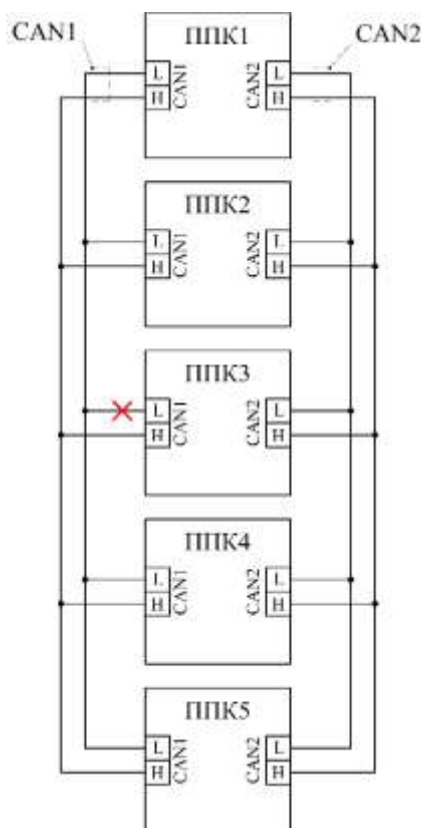

Рисунок 8 – Обрыв ответвления линии одного из портов CAN интерфейса
- ❗ **ВАЖНО!** В случае обрыва ответвления одной или двух линий одного из CAN интерфейсов возникнет неисправность ППК[X]: неисправность CAN, где ППК[X] – ППК, на котором произошел обрыв (рис.8). На всех соседних ППК в меню **Главное меню / 1.Просмотр параметров / 9.Внешняя сеть / 2.Состояние сети** будет отображаться подключение к ППК[X] только по второму интерфейсу CAN. На ППК[X] в меню **2.Состояние сети** будет отображаться информация о том, что связь с остальными ППК будет производиться только по второму CAN интерфейсу.